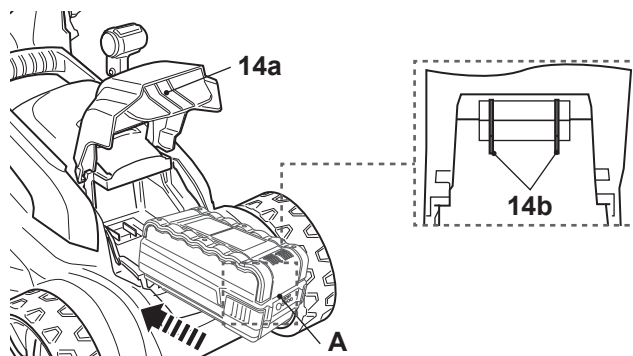

Fig. 10
- > Installez le boîtier de batterie (A) dans le compartiment de la batterie (14) (Fig. 10).